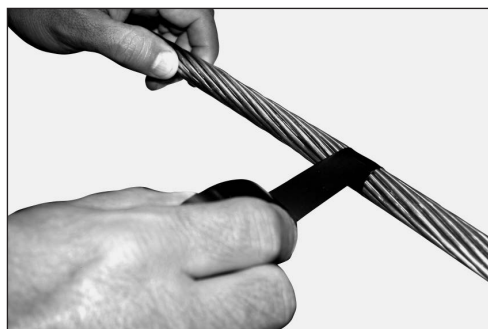

Figura 21
6.3 A partir da extremidade do cabo, meça um comprimento de 3,50 metros e aplique uma camada de fita isolante para que os tentos da coroa aço alumínio não se soltem no corte (figura 21).